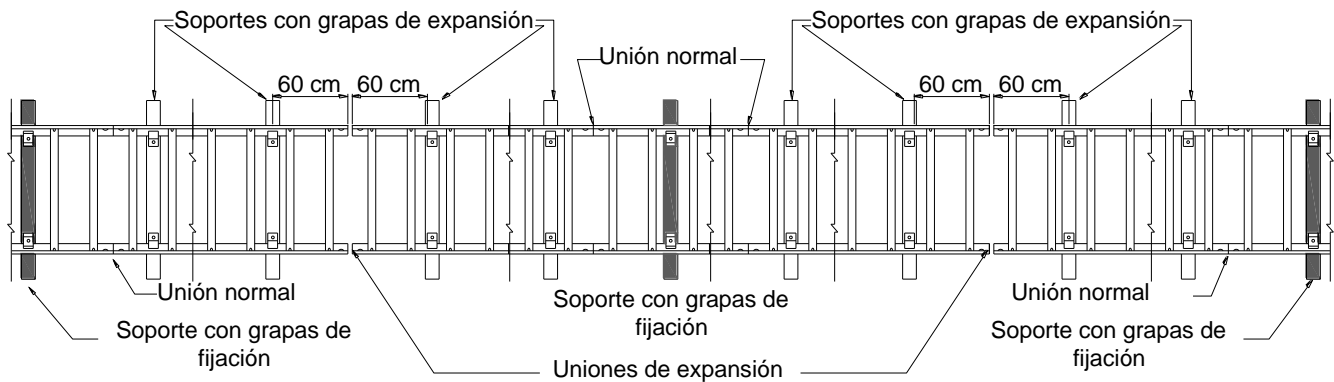

Figura 9. Ubicación de soportes, grapas, uniones y uniones de expansión
En la figura 9 se puede ver la localización de uniones de expansión así como las normales o rígidas.
- a) A continuación de estos soportes con guías de expansión se colocaran los soportes con grapas de fijación y de igual forma, también se instalaran las uniones normales o rígidas, como se puede apreciar en la figura 9.
En la figura 9 se puede observar todo el arreglo en conjunto de la instalación: los soportes, uniones de expansión, uniones normales, grapas de fijación y grapas de expansión en una canalización de bandejas portacables.